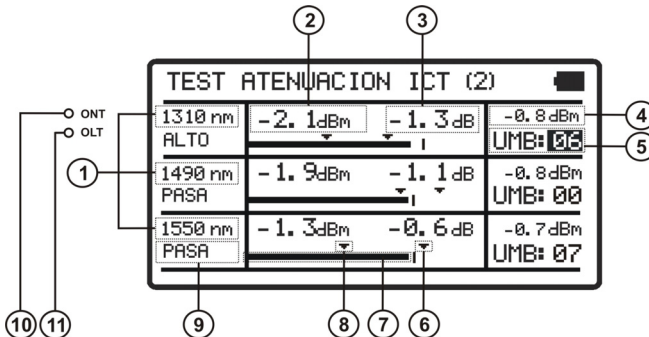

Figura 7.- Pantalla TEST ATENUACIÓN ICT (2).
- 2.- Pulse las teclas de cursor [5] hasta que la flecha apunte hacia la opción **TEST ATENUACIÓN ICT (2)**.
- 3.- Pulse **SEL** [2] o **CONFIG** [4] para entrar en la pantalla (ver figura 7).